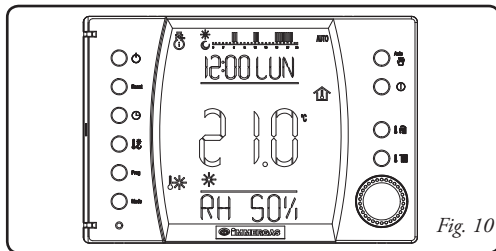

Fig. 10
- Funzionamento in modalità inverno.** Mediante l'ulteriore pressione del pulsante  si passa al funzionamento inverno  il Super CAR abilita sia la produzione di acqua calda sanitaria che il riscaldamento ambienti (vedi fig. 10). In inverno il Super CAR può funzionare in modo automatico o manuale per la descrizione del funzionamento vedi capitolo 6. Sul display viene visualizzato il giorno e l'ora corrente, la temperatura ambiente, le previsioni meteo e la percentuale di umidità presente.